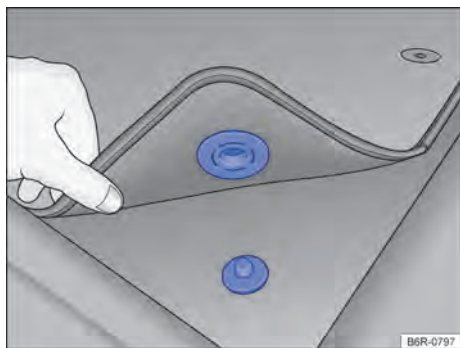

Fig. 17 Alfombra delantera del lado del conductor con fijación al perno de la alfombra.
- ✓ Acomodar bien la alfombra en la zona reposapiés del lado del conductor para que no obstruya la zona de los pedales. La alfombrilla delantera del lado del conductor puede tener fijación al perno de la alfombra → fig. 17.